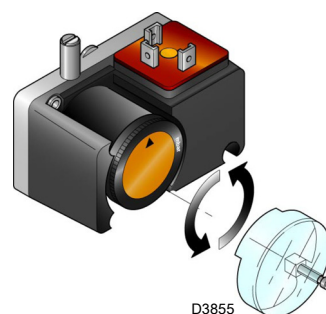

图 32
- 设定最小燃气压力开关（图 32 页 28）至量程的起始位置。
燃烧器各部分调节时，最小燃气压力开关置于量程起始位置，上述所有调整结束后，再设定最小燃气压力开关（图 32）。